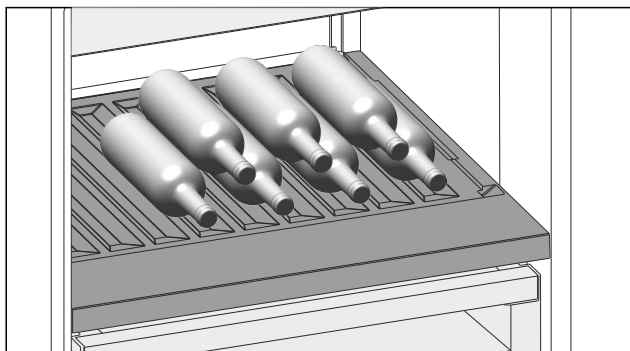

Fig. 181 Immagine a titolo di esempio
- Inserire le bottiglie con il fondo rivolto verso la parte posteriore. (vedere Fig. 181)